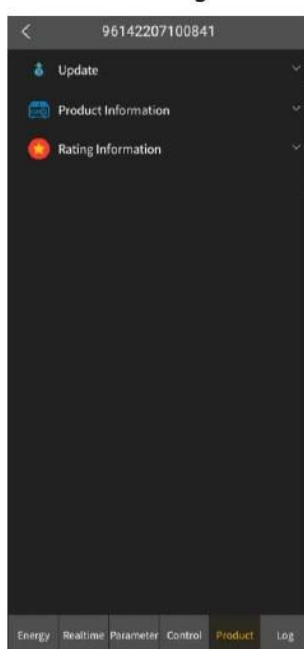

Figura 2
3. Haga clic en el icono "v" marcado en rojo en el lado derecho de "Update" en la Figura 1 para abrir el panel plegable, como se muestra en la Figura 2.